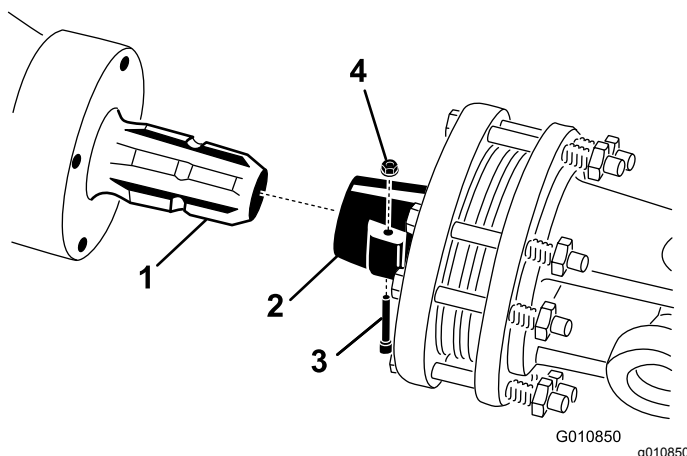

Рисунок 23
- Снимите с ВОМ штифт и гайку (Рисунок 23).
- Подсоедините конец муфты ВОМ к первичному валу редуктора азатора с помощью снятых ранее штифта и гайки (Рисунок 23).